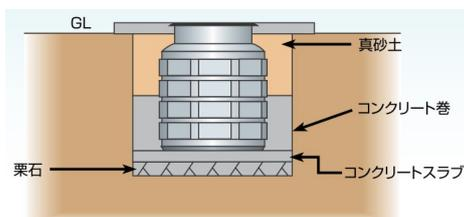
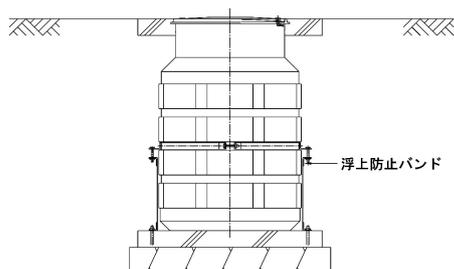

図 13
図 14
- (7) 地下水位が高く、タンクに大きな浮力がかかる場合は、浮き上がり防止のためタンクの周りをコンクリートで巻くか (図 13)、浮上防止バンド(特殊仕様品)を取付けてください。(図 14)